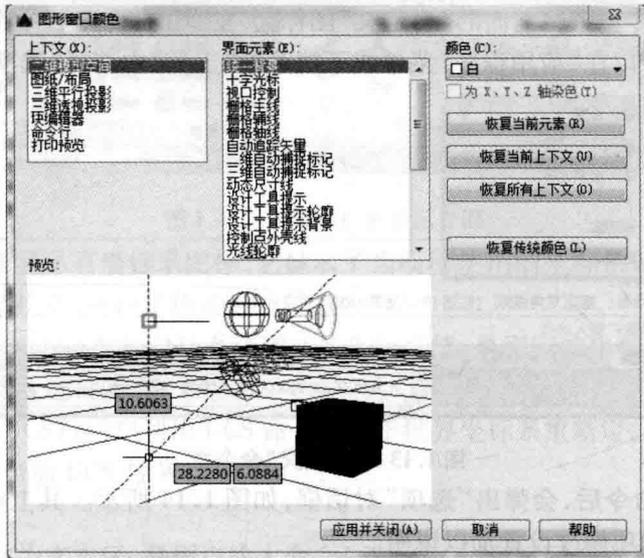

图 1.15 “颜色选项”对话框
①单击“显示”选项卡中“窗口元素”区域的“颜色”按钮,打开如图 1.15 所示的“图形窗口颜色”对话框。在该对话框中,可以对背景、背景中的界面元素分别选择和设置不同的颜色,在其下的预览窗口中可以预览设置后的效果。